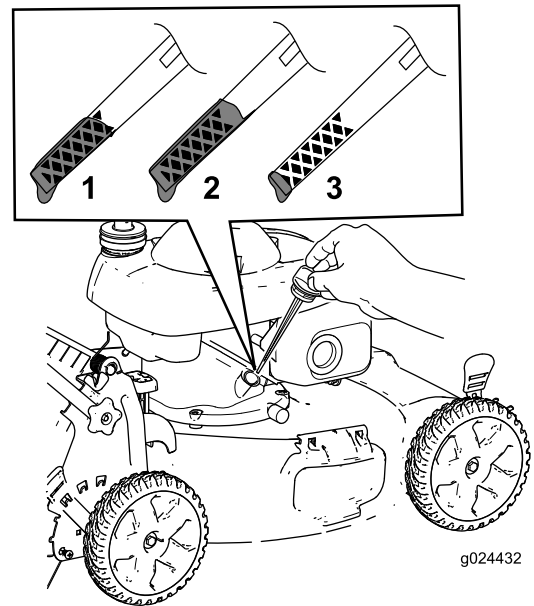

Figura 29
3. Retire la varilla (Figura 29).
10. Observe en la varilla el nivel de aceite (**Figura 29**).